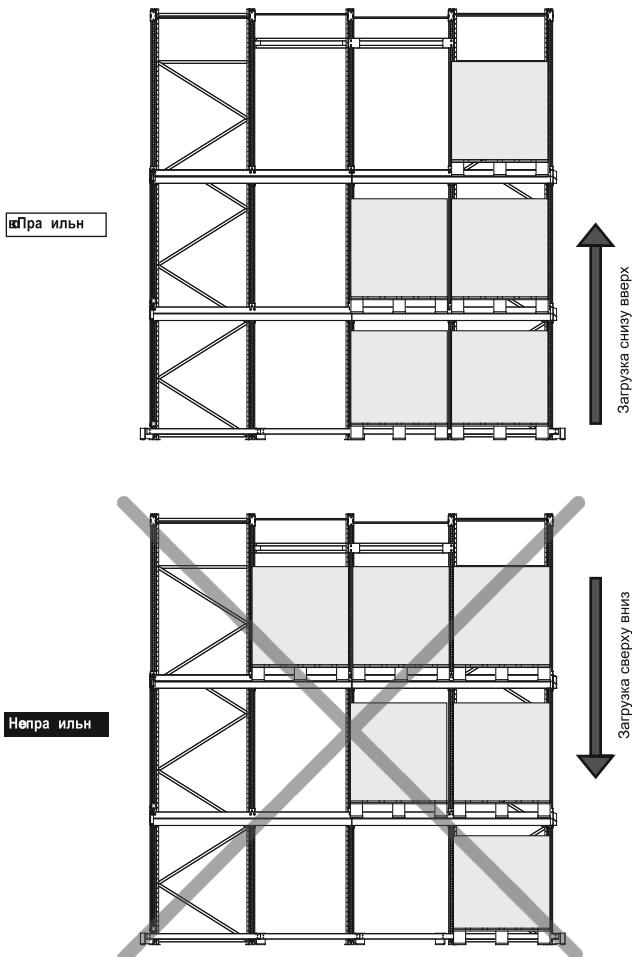

Рисунок 10 - Порядок размещения грузовой единицы в секции глубинного стеллажа
- ▶ Стеллажи следует нагружать снизу вверх от последней рамы к первой раме ячейки, а разгрузку необходимо производить в обратном порядке (рис. 10);